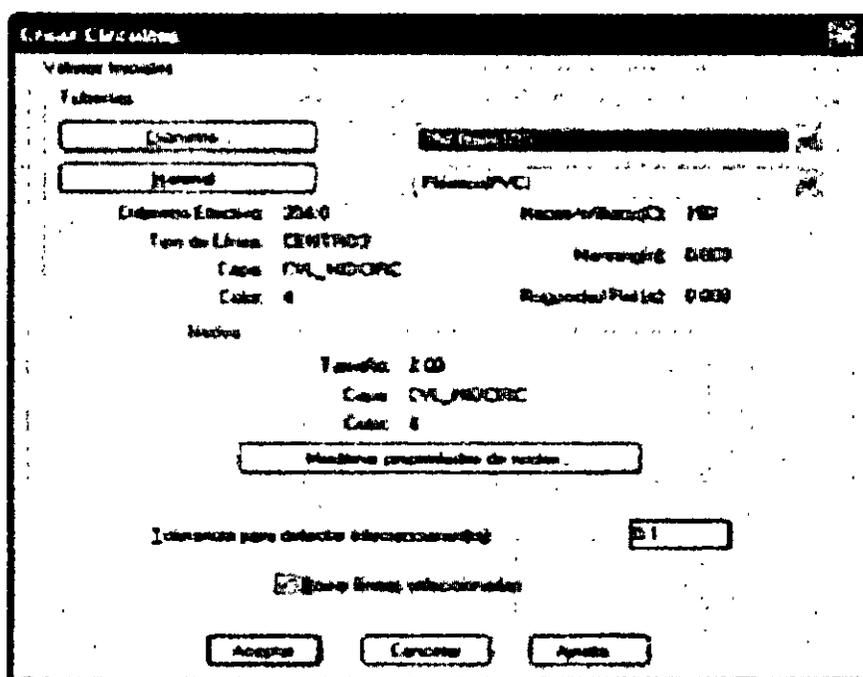

Fig. 37: Caja de diálogo para reconocer circuitos
3. Active la rutina para reconocer circuitos (CivilCAD→ Módulos→ Redes de agua potable→ Circuitos → Reconocer). Indique diámetro de tubería de 25.4mm(10") y material P.V.C. en la caja de diálogo (fig. 37)
4. Utilice la rutina para numerar nodos (CivilCAD→ Módulos→ Redes de agua potable→ Nodos→ Numerar). Acepte los valores propuestos en la caja de diálogo (Fig. 37). Indique el nodo más a la izquierda como el nodo inicial.